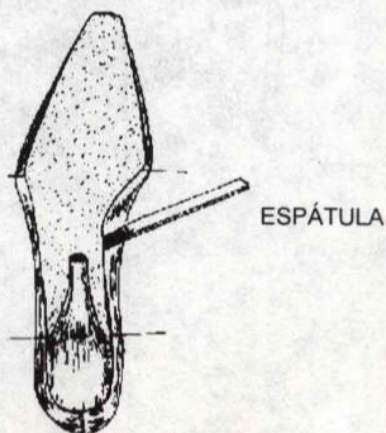

Fig. 2
- Tome la espátula y despegue los bordes de la suela en los enfranges, unos 2 mm de ancho, desde la boca del tacón hasta los metatarsos (Fig. 2)